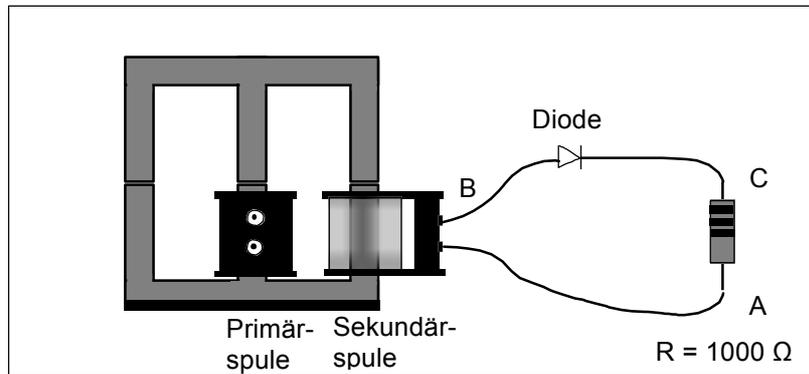

Abb. 3
7. Nehmen Sie die Spule mit 200 Wdg. als Primärspule und diejenige mit 800 Wdg. als Sekundärspule. Schließen sie die Diode wie in Abb. 3 gezeigt an die Sekundärspule und belasten den Ausgang wieder mit einem 1000Ω Widerstand.
8. Stellen Sie auf Ihrem Oszilloskop die Triggerung so ein, dass auf die Netzfrequenz getriggert wird (schauen sie ggf. im Handbuch Ihres Oszilloskopes nach). Verbinden Sie nun die Masse des Tastkopfes mit *Punkt A* der Schaltung (Abb. 3). Die Tastkopfspitze schließen Sie an *Punkt B* an. Zeichnen Sie den zeitlichen Verlauf des Signals (Ausgangsspannung) auf. Wiederholen Sie die Messung, indem Sie die Tastkopfspitze an *Punkt C* anschließen. Zeichnen Sie das Ergebnis erneut auf. Welche Unterschiede ergeben sich zwischen den beiden Kurvenformen? Beschreiben sie die Unterschiede.